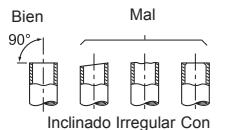

Fig. 2
- Si la manguera de drenaje suministrada con la unidad interior es demasiado corta, conéctela con la manguera de drenaje (I) que debe suministrar el distribuidor. (Fig. 2)